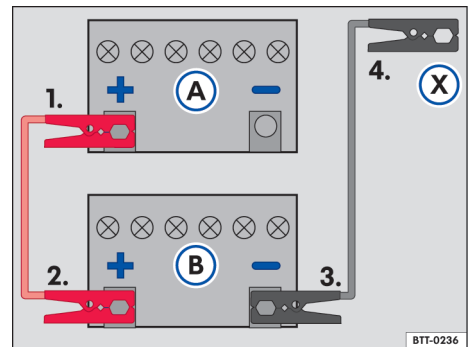

Fig. 179 Esquema para la conexión de los cables auxiliares de arranque: batería del vehículo descargada (A) y batería del vehículo que provee la corriente (B).
Leyenda para → fig. 179:
Conectar los cables de arranque auxiliar solo en la secuencia **1 - 2 - 3 - 4** → fig. 179.
- Conectar una extremidad del cable auxiliar de arranque *rojo* al polo positivo (+) del vehículo con la batería del vehículo descargada → fig. 179 (A) → .
- Conectar el otro extremo del cable de arranque auxiliar *rojo* al polo positivo (+) del vehículo que suministra corriente (B).
- Conectar un extremo del cable de arranque auxiliar *negro* al polo negativo de la batería del vehículo que suministra la corriente (C).
- Conectar el otro extremo del cable de arranque auxiliar *negro* (X) al vehículo con la batería descargada en un punto de ayuda al arranque (punto de puesta tierra) o una pieza de metal atornillada firmemente al bloque del motor, sin embargo, no cerca de la batería (A) → .